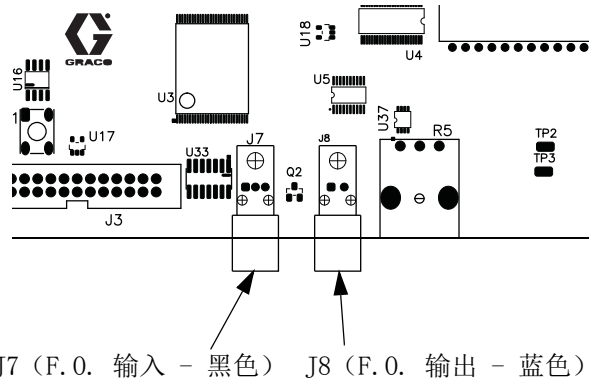

图 19 EasyKey 电路板
5. 将光纤电缆一端穿入方形胶粘固定座。将蓝色和黑色电缆连接器连接至 EasyKey 电路板上匹配的连接器的。参见图 19。将电缆连接器插到底 (大约 1/4 英寸 [6 毫米])，然后拧紧螺纹连接器。